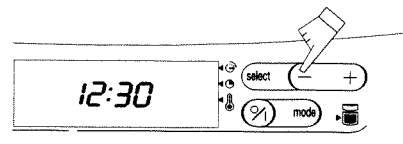

Fig. 2
2. Pulse la tecla «mode» (modo) hasta el tipo de cocción que desee (por ejemplo: «tradicional») (fig. 2).
2. Pulse las teclas (- +) (fig. 2) para regular la hora.